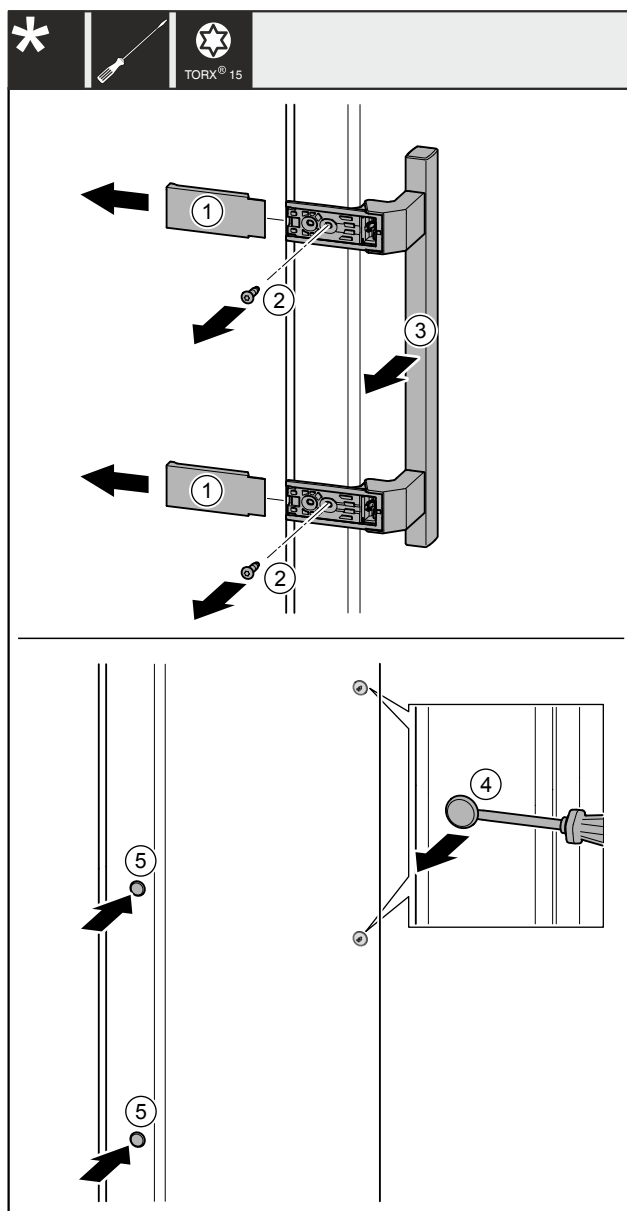

Fig. 40
- Hiqni kapakët mbulues Fig. 40 (1).
- Lironi vidat Fig. 40 (2) me një kaçavidë.
- Hiqni dorezën Fig. 40 (3).
- Ngrini lart me kujdes tapën anësore Fig. 40 (4) me një kaçavidë me kokë petë dhe nxirreni jashtë.
- Vendosni sërish tapën Fig. 40 (5) në anën tjetër.